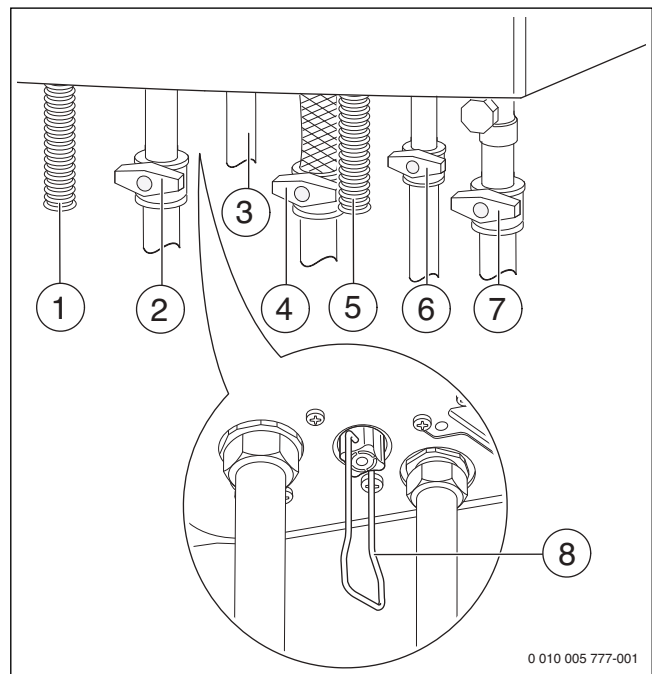

Рис. 26 Подключения газа и воды (дополнительная комплектация)
- ▶ Котлы GB062 ...K...: откройте кран холодной воды (→ рис. 26) и держите кран горячей воды открытым до тех пор, пока из него не потечёт вода.
- ▶ Откройте краны подающей и обратной линий отопления (→ рис. 26).
- ▶ Заполните отопительную систему до давления 1-2 бар (→ рис. 26) и закройте кран для заполнения и слива.